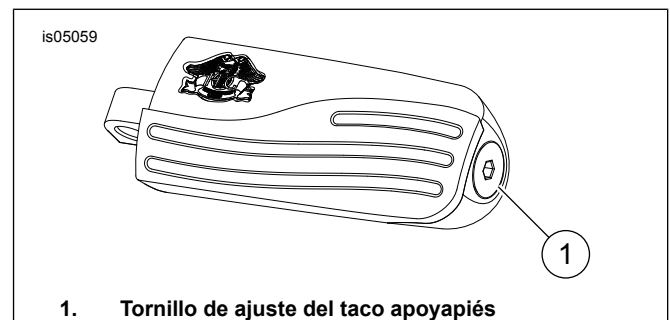

Figura 1. Tornillo de ajuste del taco apoyapiés
4. Vea la Figura 1. Para cada taco apoyapiés, afloje el tornillo de ajuste en el agujero embutido hasta que el taco apoyapiés gire. Coloque el taco apoyapiés en la posición deseada, después apriete el tornillo de ajuste a 29 N·m (21 ft-lbs).